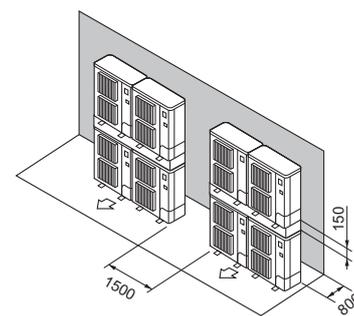

Fig. 2-14
- ⑦ Stabilede enhedsarrangement (Fig. 2-14)